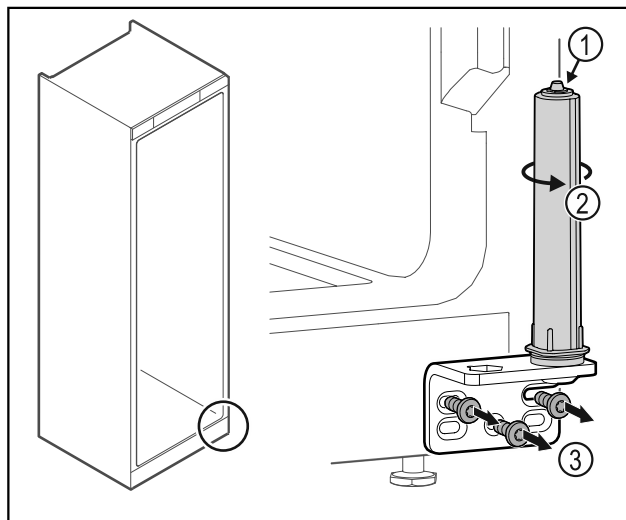

Fig. 33
- Ne szedje szét az ajtó zárrendszert Fig. 33 (1).
- Forgassa el a zárrendszert Fig. 33 (2), amíg az be nem kattán.
- Csavarozza le a csuklópántot Fig. 33 (3).